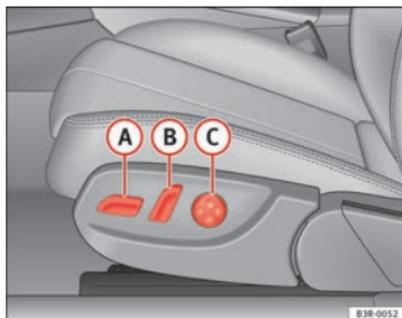

Abb. 107 Vordersitz:
- Den Schalter **A** ⇒ Abb. 107 nach vorn oder nach hinten **1**